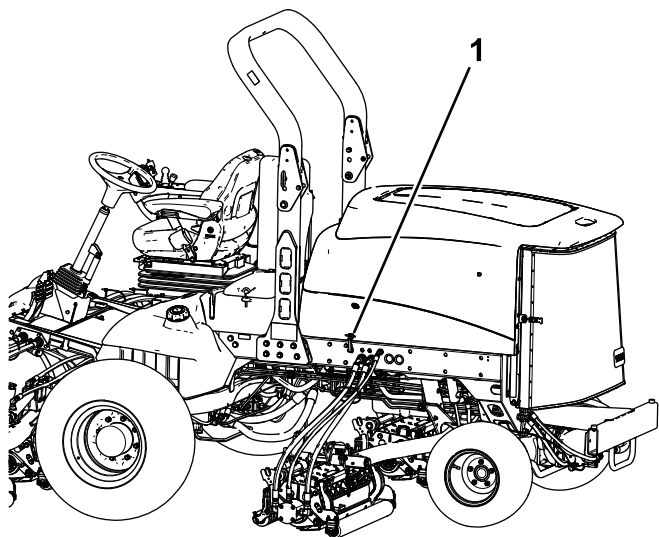

Figura 33
1. Desenganche el cierre del capó del cerradero del capó (Figura 33).